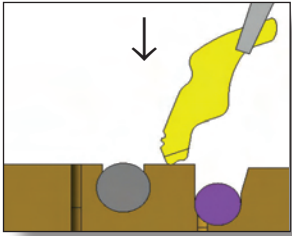
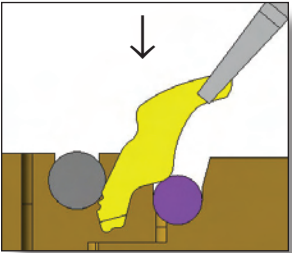

図 28: 2つのエラストマ間および上に並べる
図 29: 2つのエラストマの間にエラストマを押し込む
- C. 一番左にあるコンタクトスロットからインストールを始めて下さい。どの辺から始めても構いません。コンタクトスロットの上にコンタクトを並べ(図 28参照)、2つのエラストマの間にコンタクトを押し込みます(図 29参照)。